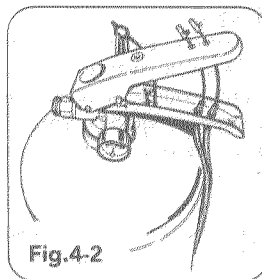

Fig.4-2
- Il cavetto deve essere fissato tramite l'apposito terminatore all'attuatore della valvola (FIG.4-2)